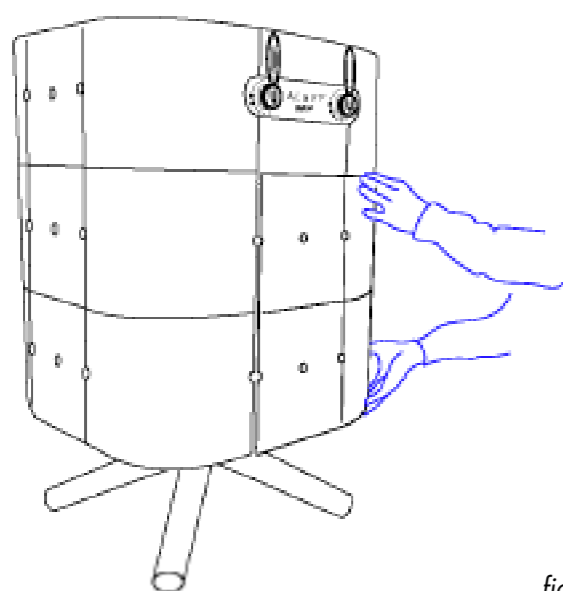

fig 1
Passo 9: Para fechar a porta magnética, agarrar a porta com uma mão no fundo da porta (ver fig. 1) e fechar a porta até esta estar completamente fechada (ver fig. 2).